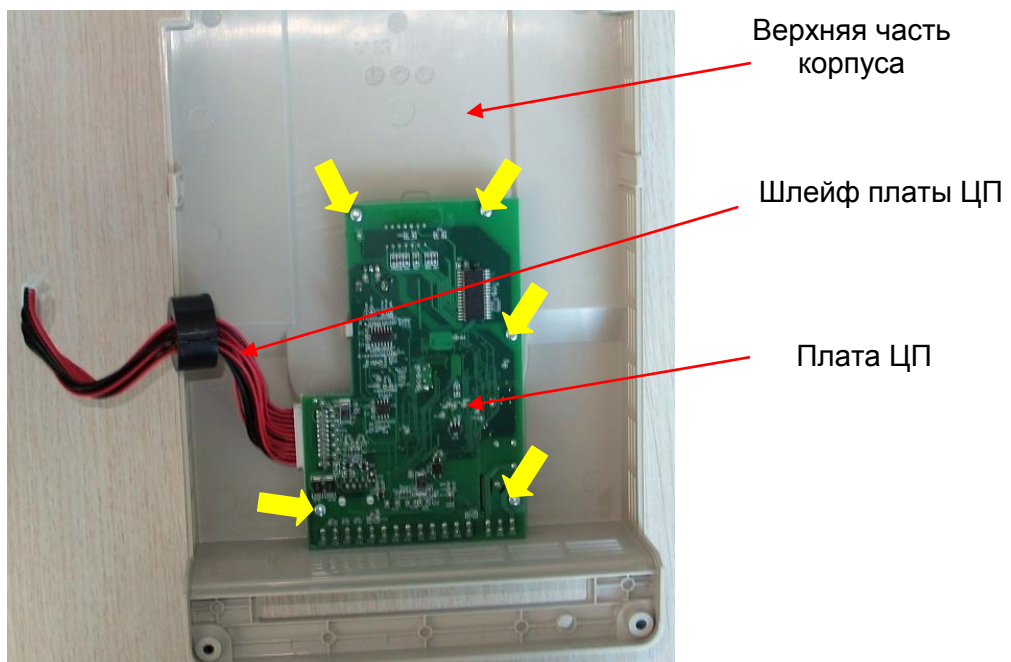

Рис. 7.10
7.6.1. Взять плату ЦП, соединить шлейф платы ЦП с разъемом на плате ЦП (рис. 7.10).
7.6.2. Расположить плату ЦП на обратной стороне верхней части корпуса и зафиксировать ее пятью винтами (желтые стрелки, рис. 7.10).